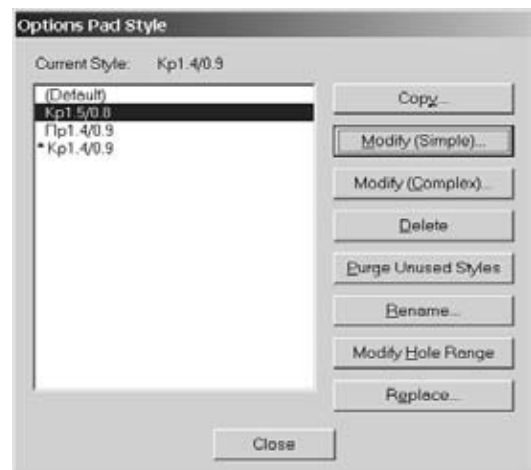

Рис.3.9.3
- Выполнить команды **Options/Pad Style**. В открывшемся диалоговом окне **Options Pad Style** в списке **Current Style** выбрать КП Кр1.5/0.8 (рис.3.9.3). Нажать кнопку **Close**.